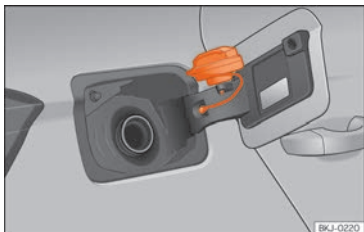

Fig. 179 Trappe à carburant avec bouchon ouvert.
- Placez le bouchon dans le logement se trouvant sur la charnière de la trappe à carburant ouverte »» fig. 179.